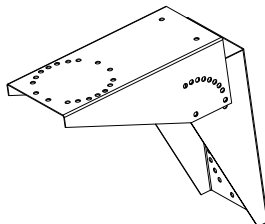

Figura 4 — Conjunto de Soporte
2. Inserte la parte más ancha del reborde de un soporte dentro de la parte más ancha del reborde del segundo soporte, formando una "V", como se muestra en la Figura 4.
3. Coloque el soporte en el ángulo que desee pivotando las dos piezas. Cuando se encuentre en el ángulo que desee, inserte los (4) pernos, (2) en cada lado donde se alinean los orificios.